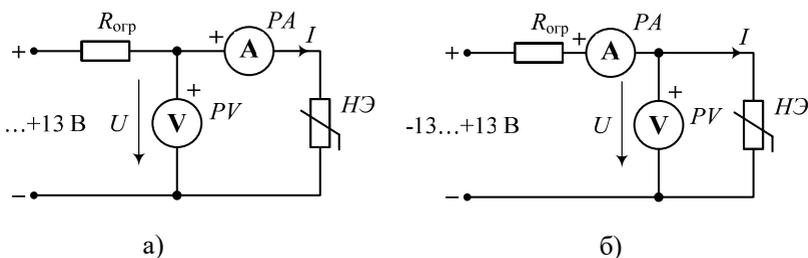

Рис. 5.1. Схема для снятия ВАХ исследуемого нелинейного элемента:
Принципиальная схема (рис. 5.1) для снятия ВАХ исследуемых элементов состоит из:
На рис. 5.1, *а* изображена электрическая схема измерения с погрешностью по напряжению. На практике применяется для измерений больших сопротивлений, когда сопротивление исследуемого элемента сравнимо с внутренним сопротивлением вольтметра ($R_{нэ} \approx R_V$). Показания вольтметра близко к напряжению на нелинейном элементе.
На рис. 5.1, *б* изображена электрическая схема измерения с погрешностью по току. На практике применяется для измерения малых сопротивлений, когда сопротивление исследуемого элемента сравнимо с внутренним сопротивлением амперметра ($R_{нэ} \approx R_A$). Показания амперметра близко к току нелинейного элемента.
2. Соберите электрическую цепь (рис. 5.1, а) для снятия вольтамперной характеристики лампы накаливания. **Обратите внимание, что схема измерения – с погрешностью по напряжению.** Последовательно лампе накаливания включите мультиметр в режим измерения постоянного тока с диапазоном 200 мА.
5. Замените лампу накаливания стабилитроном, соблюдая полярность, показанную в табл. 5.1, и снимите его вольтамперную характеристику, устанавливая либо напряжения, либо токи, указанные в табл. 5.3. **Для увеличения точности при отрицательных напряжениях и токах схема измерения – с погрешностью по току (рис. 5.1, б), а при положительных – с погрешностью по напряжению (рис. 5.1, а).**
6. Замените стабилитрон полупроводниковым диодом, соблюдая полярность, показанную в табл. 5.1, и снимите его вольтамперную характеристику, устанавливая либо напряжения, либо токи, указанные в табл. 5.4. **Для увеличения точности при отрицательных напряжениях и токах схема измерения – с погрешностью по напряжению (рис. 5.1, а), а при положительных – с погрешностью по току (рис. 5.1, б).**